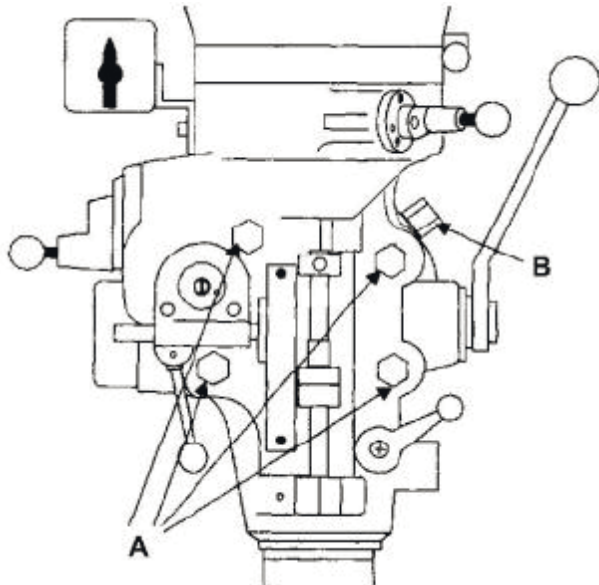

Рис. 19
1. Ослабьте четыре больших шестигранных гайки, которые закрепляют фрезерную головку на переходнике ползуна (см. рис. 19). Достаточно ослабить гайки на 1/4 оборота, чтобы головка могла перемещаться.